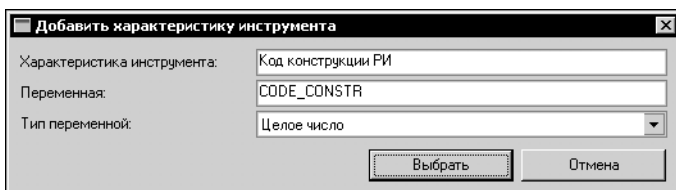

Рис. 21.38. Добавление параметра инструмента
2. В открывшемся окне **Добавить характеристику инструмента** (рис. 21.38) введите характеристику инструмента в поле **Характеристика инструмента**, имя переменной — в поле **Переменная**.
3. Выберите тип переменной из раскрывающегося списка **Тип переменной** и нажмите кнопку **ОК** (рис. 21.38).